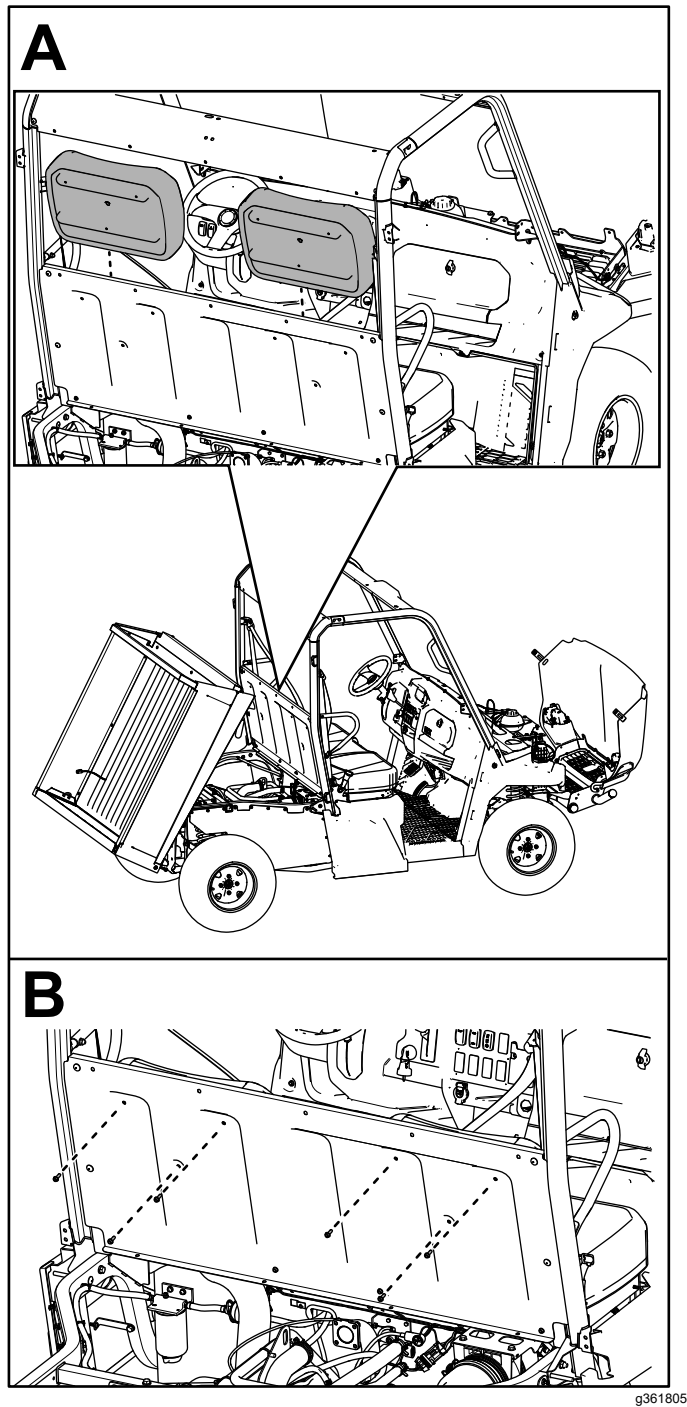

Figura 23
18. Fije los 2 respaldos de asiento al panel del asiento con 6 pernos de cabeza hexagonal con arandela prensada ($\frac{1}{4}$ " x $\frac{3}{4}$ "), tal y como se muestra en la Figura 23.